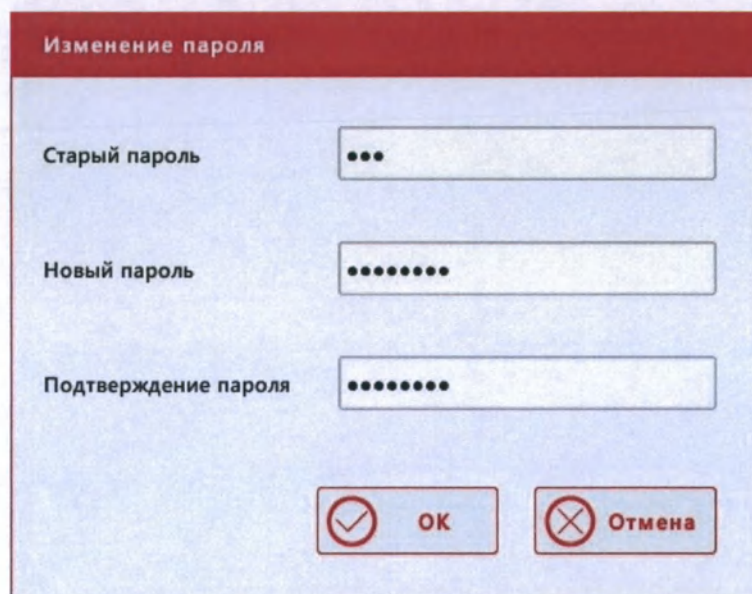

Рис.9.3-15 Окно изменения пароля
- 1) Выберите пользователя в таблице на Рис.9.3-13 и нажмите кнопку **«Изменение пароля»**. Появится следующее диалоговое окно (Рис.9.3-15):